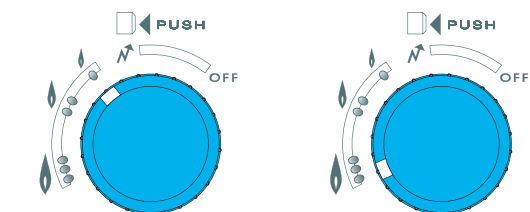

рис. 11
- Данный водонагреватель с автоматической регулировкой мощности оборудован системой, позволяющей пользователю установить ограничение максимальной мощности. Для этого установите регулятор (23) в положение между отметками "0" и "0" (рис. 11).